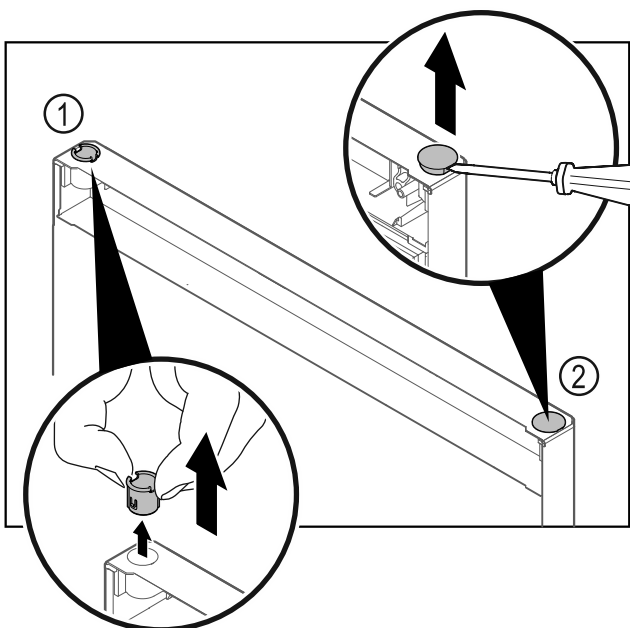

Fig. 28 Køledelens dør
- ▶ Træk hængselbøsningen Fig. 28 (1) ud med fingrene.
- ▶ Løsn afdækningsproppen Fig. 28 (2) forsigtigt med en flad skruetrækker, og træk den ud.